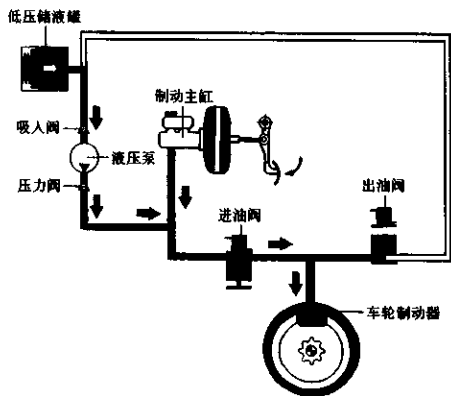

图 3-237 油压增加
4) 油压增加。为了使制动最优化, 当车轮转速增加到一定值后, ABS ECU 给出油阀断电将其关闭, 进油阀同样也不带电而打开, 电动液压泵继续从低压储液罐中吸取制动液泵入液压制动系统, 如图 3-237 所示。随着制动压力的增加, 车轮转速又降低。这样反复循环地控制(工作频率为 5~6 次/s), 将车轮的滑移率始终控制在 20% 左右。